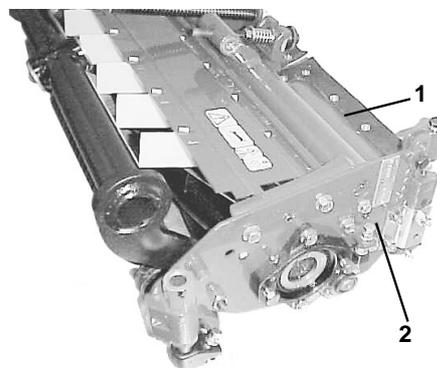

Bild 4
1. Lockern Sie zum Öffnen des hinteren Ablenkblech (Bild 4) die Sechskantschraube am Flansch, mit der das Ablenkblech an der linken Seitenwand befestigt ist, verstellen das Ablenkblech in die geöffnete Position und ziehen die Sechskantschraube wieder fest.